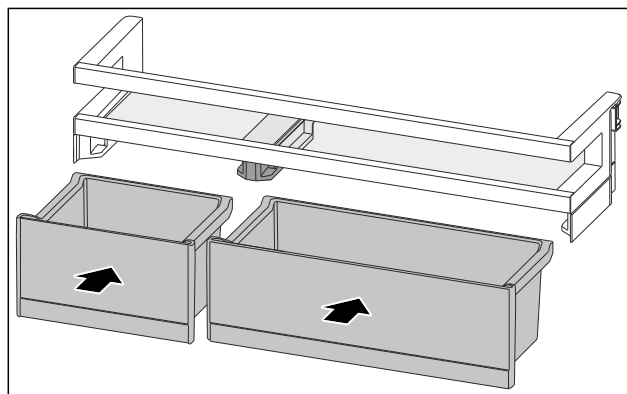

Fig. 149
- VarioBoxen in getauschter Anordnung einsetzen. (siehe Fig. 149)